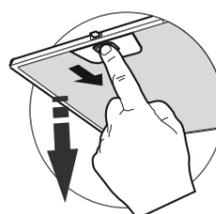

рис. 4
- Снимите алюминиевый фильтр, для этого нажмите на пружинный замок на фильтре и потяните его вниз и на себя (рис. 4).
- снимите алюминиевый фильтр (рис. 4);